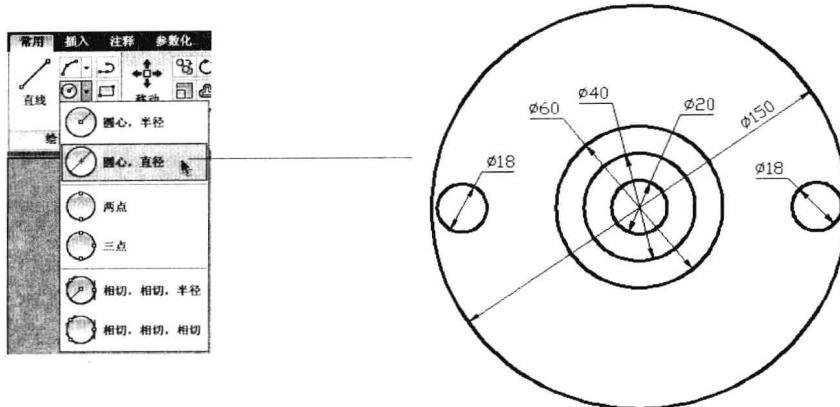

图 11-2-3
- (1) 在“绘图”面板中单击“圆心、直径”按钮 圆心, 直径 ，在视图中单击确定圆心位置，输入直径“20”，按Enter键，创建一个圆。
- (2) 单击“圆心、直径”按钮 圆心, 直径 ，捕捉并单击圆心，输入“40”，按Enter键，创建第二个圆。
- (3) 用同样的方法创建直径分别为18、60和150的3个圆。
- (4) 在“修改”面板中单击“移动”按钮 移动 ，单击直径为18的最小的圆，按Enter键，捕捉并单击圆心作为基点，输入“@64, 0”，即可将选择的圆对象沿X轴移动64个单位的距离。
- (5) 在“修改”面板中单击“复制”按钮 复制 ，单击刚才被移动的最小圆，按Enter键，单击一点作为基点，输入“@ -128, 0”，即可将选择的圆对象向左移动128单位的距离。此时视图中6个圆的位置如图11-2-3所示。
- (6) 在状态栏中单击“正交”按钮，启动该选项，即可开始绘制水平和垂直辅助线。
- (7) 单击“常用”选项卡，单击“绘图”面板名称，展开面板，单击“构造线”按钮 构造线 ，捕捉并单击圆的左象限点，向下移动鼠标并单击，按Enter键，创建一条垂直构造线。
- (8) 单击“构造线”按钮 构造线 ，捕捉并单击两个直径为18的圆上端象限点，按Enter键，创建一条水平构造线。
- (9) 在“修改”面板中单击“复制”按钮 复制 ，单击垂直构造线，按Enter键，单击一点